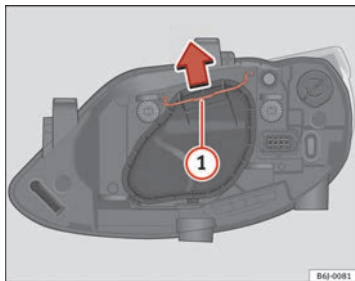

Fig. 145 Luz de cruce/ca-
- Desplace el tirante ⇒ fig. 145 ① en el sentido de la flecha y sa- que la tapa.
- Desplace el tirante ⇒ fig. 145 ① en el sentido de la flecha y saque la tapa.